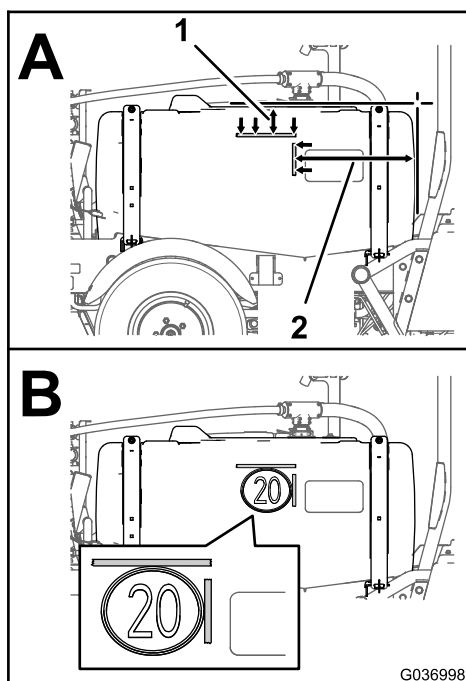

Figura 12
- A la izquierda y a la derecha del depósito, mida desde la parte superior del depósito del fumigador hacia abajo, aproximadamente 120 mm y marque esa ubicación en el depósito con cinta adhesiva (A en la Figura 12).
- A la izquierda y a la derecha del depósito, mida desde la parte delantera del depósito del fumigador hacia atrás, aproximadamente 469 mm y marque esa ubicación en el depósito con cinta adhesiva (A en la Figura 12).
- Alinee los bordes superior y delantero de la pegatina del fumigador (B en la Figura 12) con las marcas de la cinta adhesiva que realizó en los pasos 2 y 1.